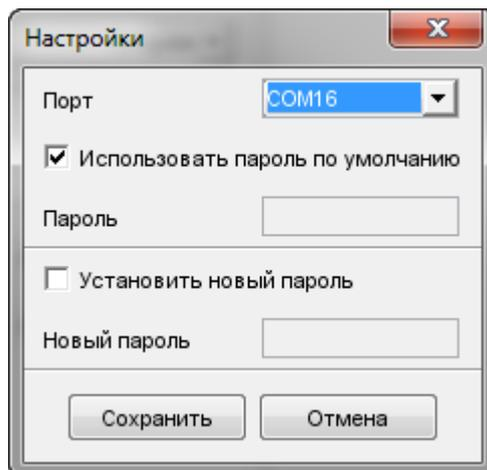

Рис. 2.14 Установка настроек подключения ДУТ – окно «Настройка»
2. В открывшемся окне выберите COM-порт, который был создан при подключении устройства настройки UNIC (см. Рис. 2.14).